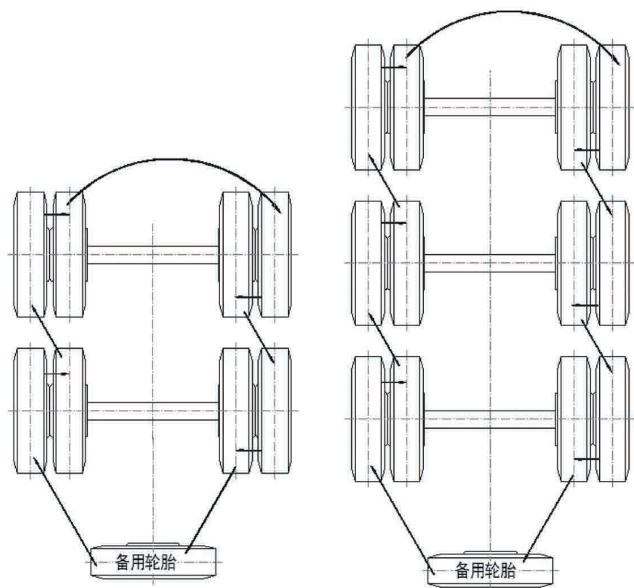

图15: 轮胎交换方位
- 根据载荷、路面及制动状态不同，轮胎的磨损也不同，为了使轮胎磨损趋于一致，应定期交换轮胎安装位置(每行驶5000公里)(见图15)。